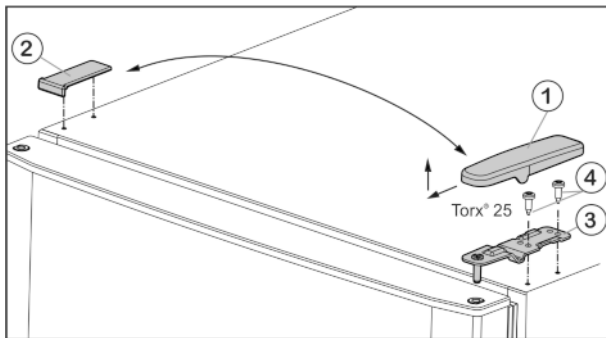

Fig. 5
- ▶ Kansi Fig. 5 (1) vedetään eteen ja ylös ja poistetaan.
- ▶ Kansi Fig. 5 (2) nostetaan pois.
- ▶ Ylempi laakerikannatin Fig. 5 (3) ruuvataan irti (2 kertaa Torx® 25) Fig. 5 (4) ja vedetään pois yläsuuntaan.
- ▶ Aseta ylempi laakerinkannatin *Fig. 5 (3)* oveen uudelle saranapuolelle.
- ▶ Ruuvaa ylempi laakerijalusta **kiinni (kiristysmomentti 4 Nm)** (2 kertaa Torx® 25) *Fig. 5 (4)*. Käytä tarvittaessa akkukäyttöistä ruuvinväännintä.
- ▶ Aseta suojus *Fig. 5 (1)* ulkokautta vastakkaiselle puolelle ja lukitse se paikalleen.
- ▶ Aseta suojus *Fig. 5 (2)* yläkautta vastakkaiselle puolelle ja lukitse se paikalleen.